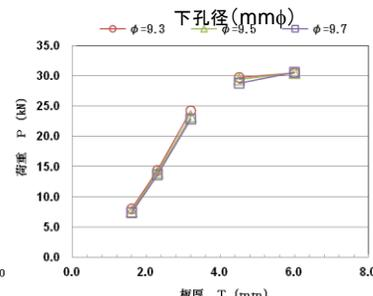

図4 せん断強度：板厚と最大荷重
- **せん断強度**：板厚が厚くなるにつれて最大荷重は大きく増加し、板厚4.5 mmと6.0 mmの最大荷重では大きな変動なし（図4）